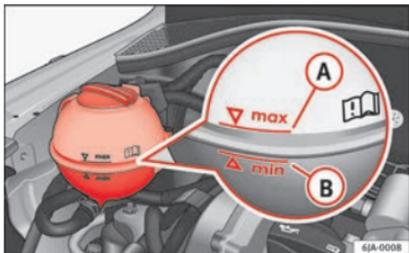

Fig. 208 Vano motor: depósito de líquido refrigerante.
» » » **fig. 208.** Con el motor frío, el nivel de líquido refrigerante debe encontrarse entre las marcas **B** (mín.) e **A** (máx.). Con el motor caliente, el nivel puede sobrepasar también ligeramente la marca **A** (máx.).
- Coloque un trapo sobre el tapa del depósito de expansión de líquido refrigerante » » » **fig. 208** y desenrosque el tapón con **cuidado.**
¡No rellene el depósito de líquido refrigerante más allá de la marca **A** (máx.) » » » **fig. 208!** El líquido refrigerante excedente es expulsado del sistema de refrigeración al calentarse por la válvula de sobrepresión situada en el